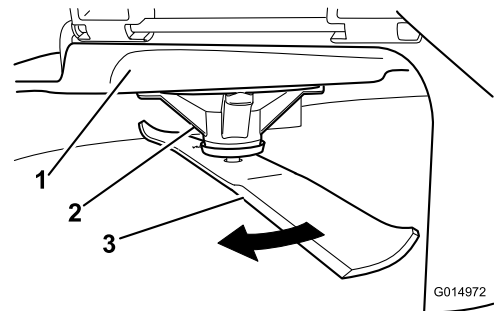

Bild 60
2. Tragen Sie dicke Handschuhe oder andere angemessene Handschuhe und drehen Sie das Messer langsam in eine Stellung, in der das Messen des Abstands zwischen der Schnittkante und der ebenen Fläche der Maschine möglich ist (**Bild 60**).